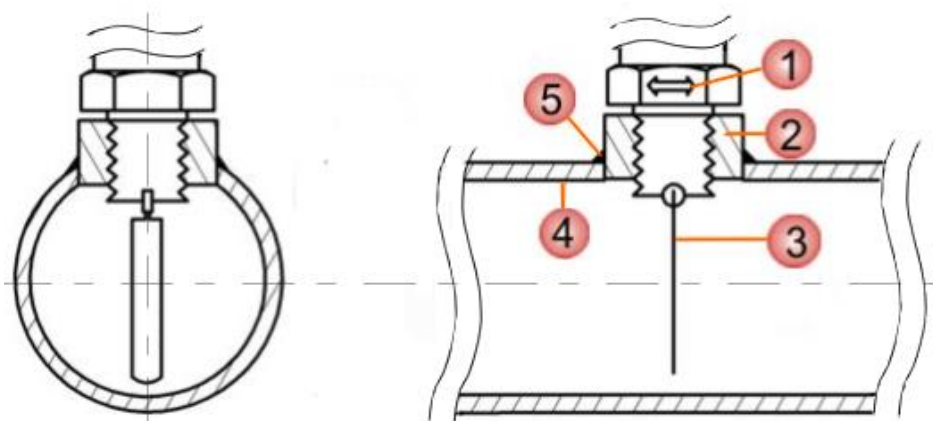

Рисунок 2.2 – Монтаж индикатора потока на трубопровод
- 1) Вырезать отверстие для бобышки (2) в трубопроводе (4) (**Рисунок 2.2**). В трубопроводе (4) следует вырезать отверстие равное внешнему диаметру бобышки (см. **приложение А**).